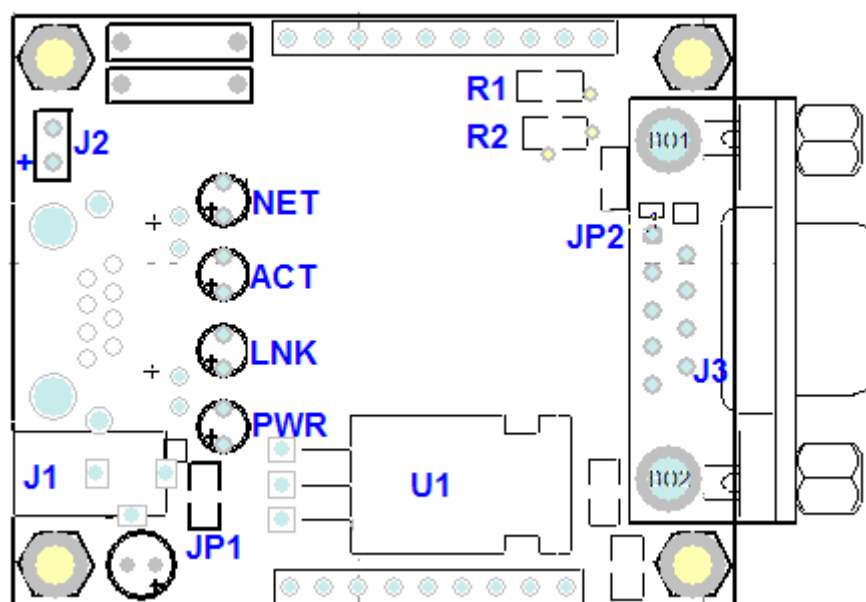

图 2 ZLSN4000 示意图
- 指示灯部分。如图 2 所示，底板上未焊机的 4 个 LED 灯，分别为 LNK、ACT、NET 和 PWR。其中 PWR 为电源指示灯，NET 为网络有数据通信指示灯。用户根据需要，可以用排针连接出来，将 LED 灯放置到机壳上。如果用户使用 NET 和 PWR 需要添加图 2 中的 R1=5.1K 和 R2=1K。